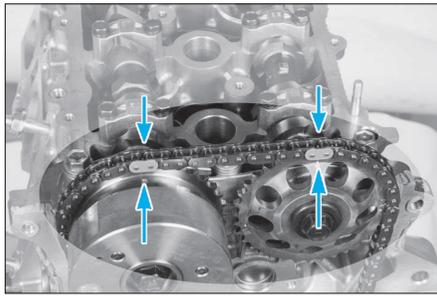

FIG. 67
- S'assurer que les roues dentées d'arbres à cames soient alignées avec les maillons oranges de la chaîne (Fig.67).
- S'assurer que les repères des roues dentées soient situés en haut (Fig.67).
- Reposer la chaîne en alignant les repères (Fig.67).